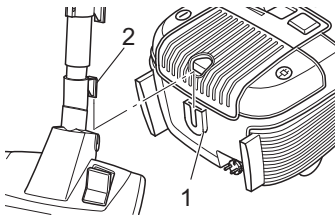

Abb. 16
- Zum **Aufbewahren**, oder bei Arbeitspausen können Sie die Parkhalterung (Abb. 16/1) verwenden, um den Parkhaken (Abb. 16/2) an der Bodendüse einzuheften (Abb. 16).